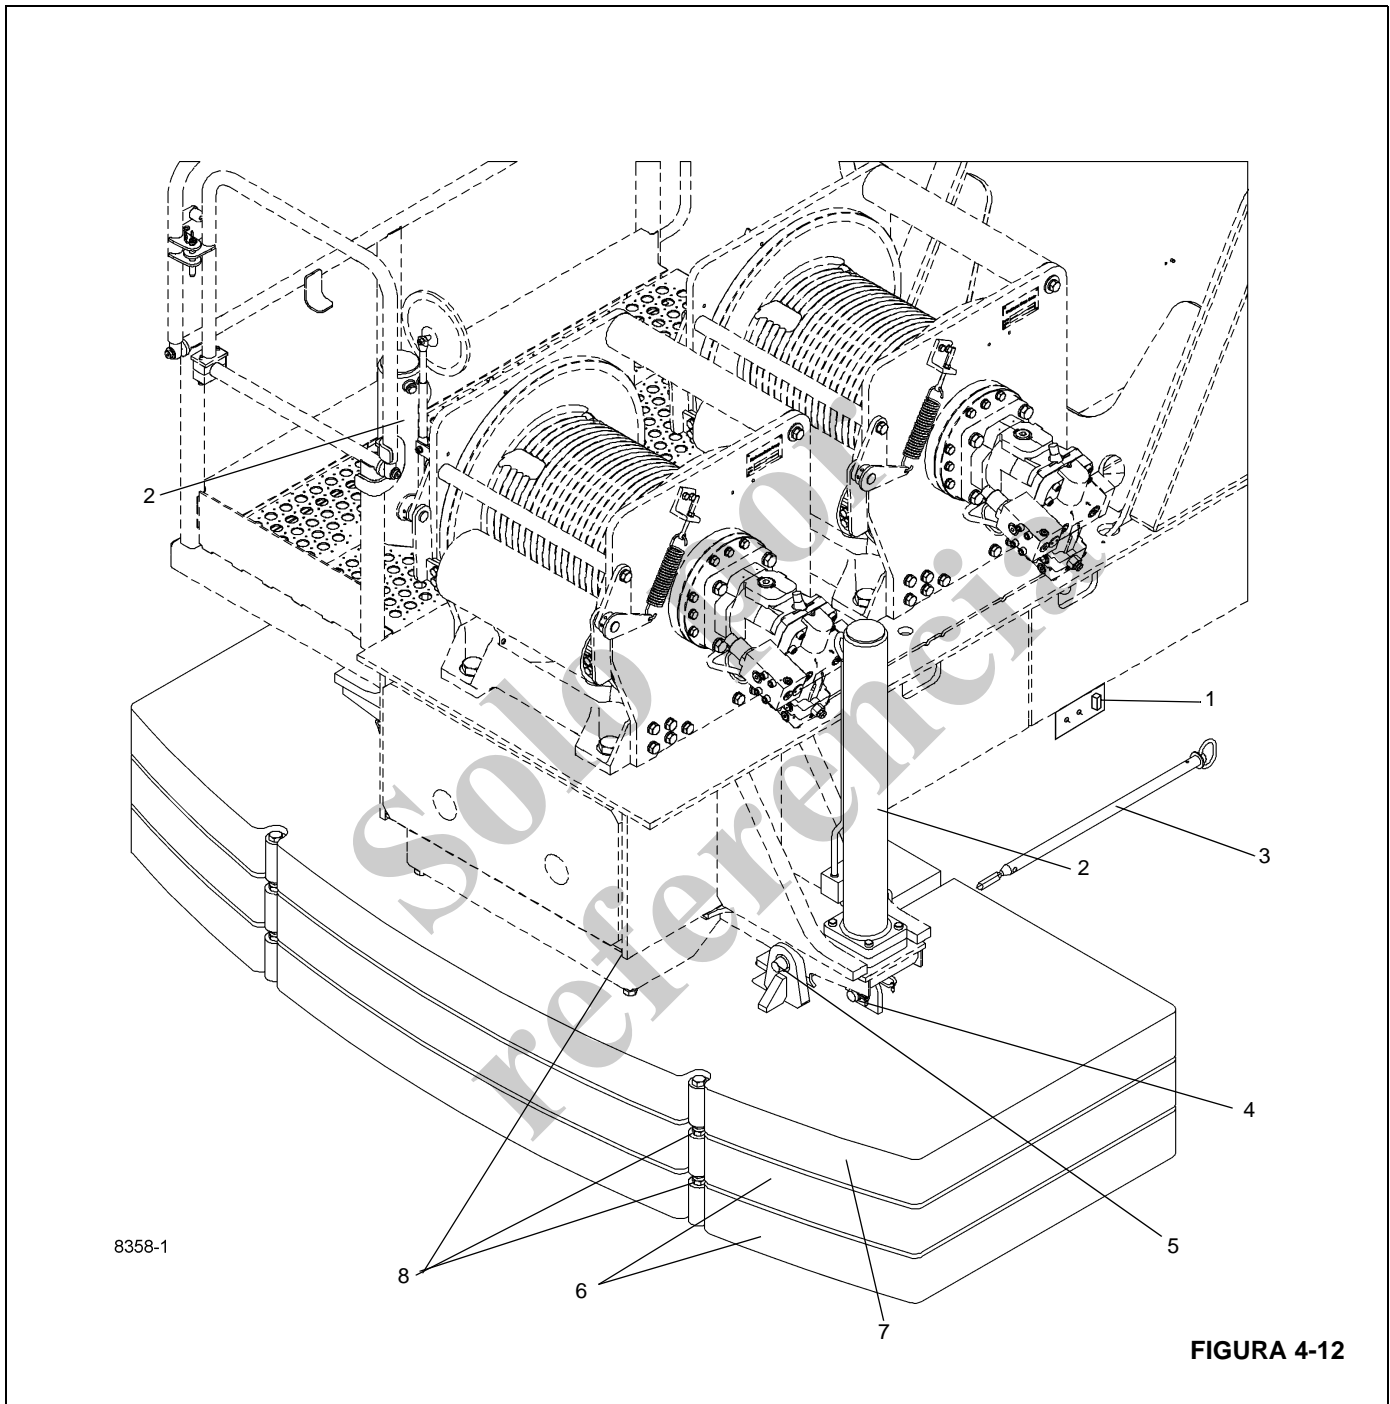

FIGURA 4-12
**NOTA:** El contrapeso retirable se compone de una caja estándar y un máximo de dos planchas, cada una de las cuales pesa 5500 lb (2495 kg). Los procedimientos siguientes corresponden para el retiro e instalación de cualquiera de los componentes ((Figura 4-12)).